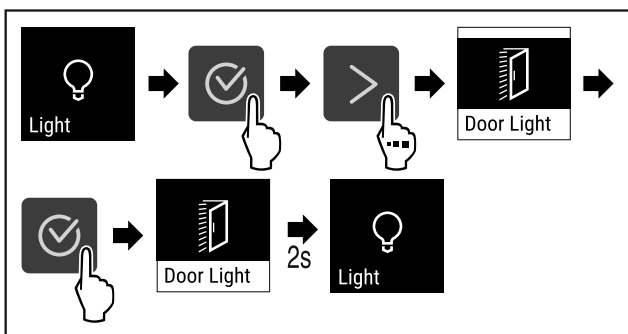

Fig. 70
▶ Kryeni hapat e veprimit (shihni Fig. 70).